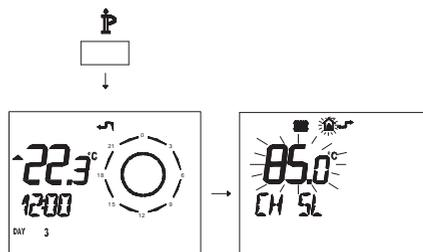

Figura 5.63
- Premere per più di 3 secondi il pulsante  $\text{P}$  per entrare in modalità *INFO* (Figura 5.63).